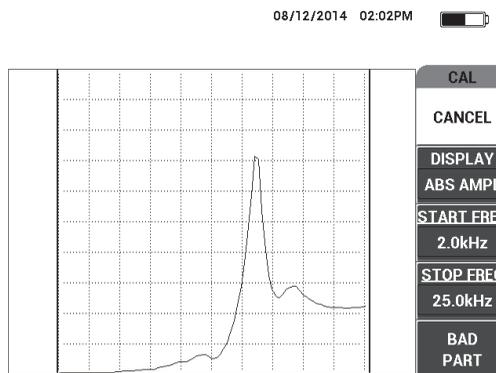

Abbildung 6-63 Signal für kleinere Defekte
4. Halten Sie die Sondenspitze über den kleineren oder kritischsten Defekt und wählen Sie **SCHLECHT** (Funktionstaste E) aus (siehe Abbildung 6-63 auf Seite 183).